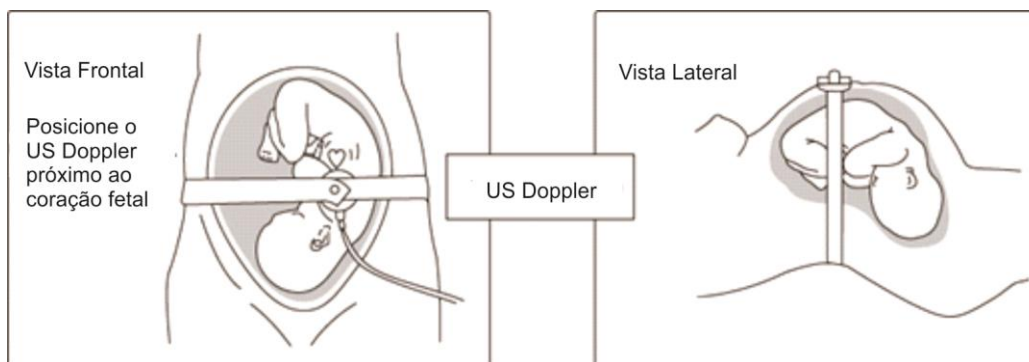

Fig. 8.2
2. Coloque as sondas Doppler e UC na gestante, conforme as Fig. 8.2 e 8.3, e pressione a tecla "RECORD" quando o batimento cardíaco fetal estiver adequado.